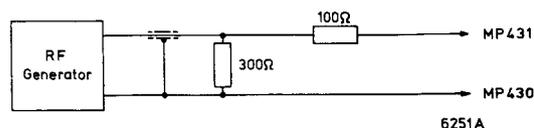

Fig. 18
- Schliesse den HF-Generator zwischen MP430 und MP431 über das Netzwerk gemäss Abb. 18.
- Schliesse einen HF-Generator über das Netzwerk gemäss Abb. 18 zwischen MP430 und MP431 an.